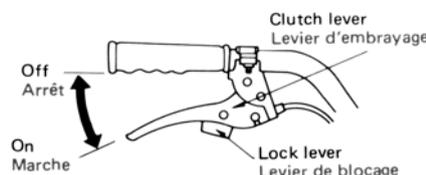

Fig. 5
- 1) Grasp the clutch lever and disengage the clutch. (Fig. 5)
- 1) Saisir le levier d'embrayage et débrayer tout d'abord. (Fig. 5)